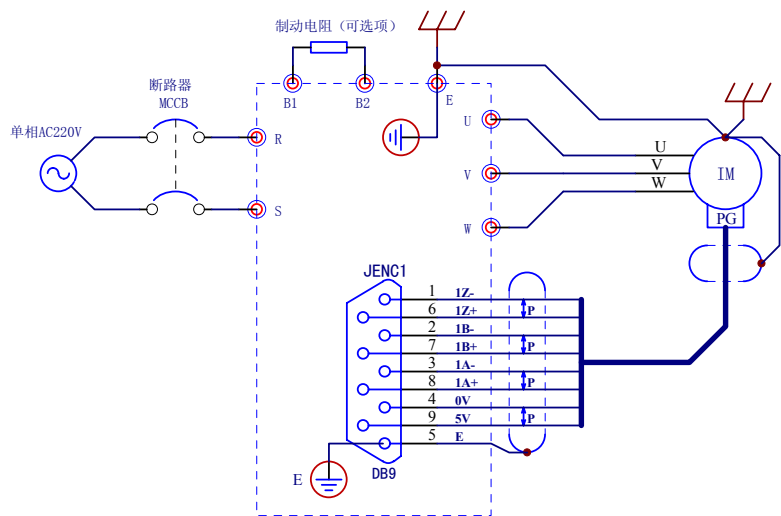
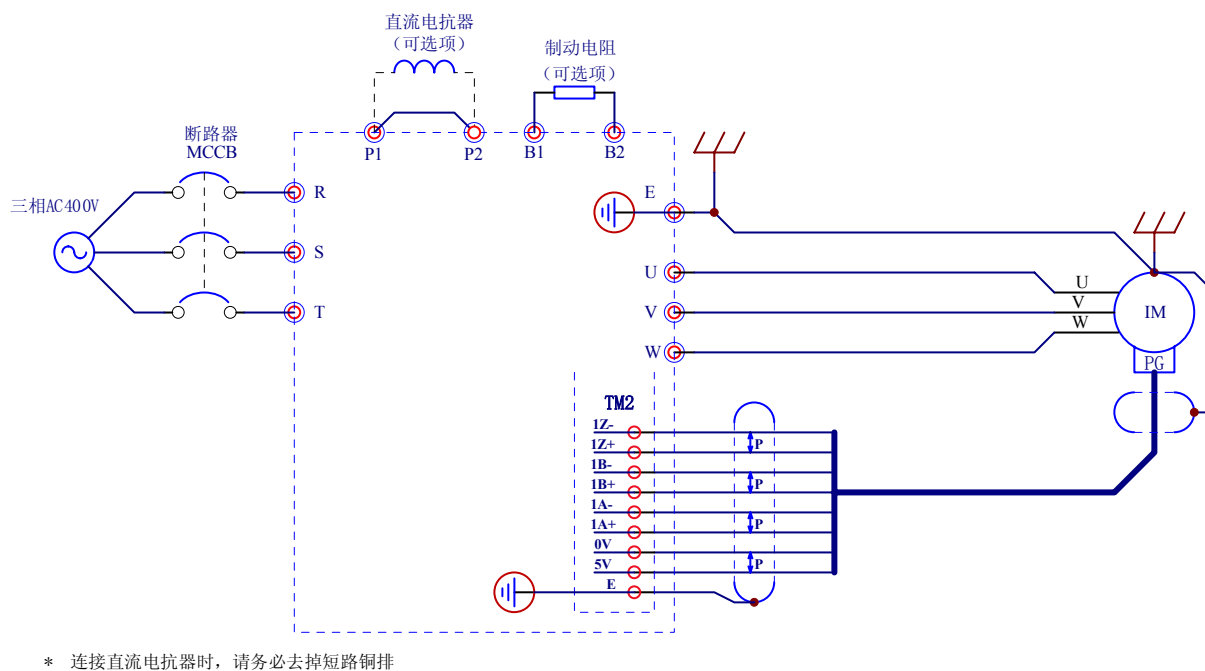

图 3.13 单相 220V 级 0.4kW~0.75kW 控制器主回路端子的连接
图 3.16 400V 级 11kW~110kW 控制器主回路端子的连接
各类机型的主回路端子标准接线如 图 3.13~图 3.16 所示。
- *1 图 3.13~图 3.16 中，若电机端没有可靠的电线与地连接，控制器的主回路端子“E”和电机的接地端务必要通过电线可靠相连。